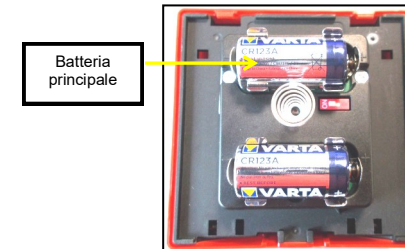

Figura 7 - la batteria principale e quella secondaria
3) Inserire la batteria principale nell'apposito alloggiamento; l'indicatore visivo LED si accende di conseguenza (vedi "Accensione" nella tabella 2 ed in figura 7).